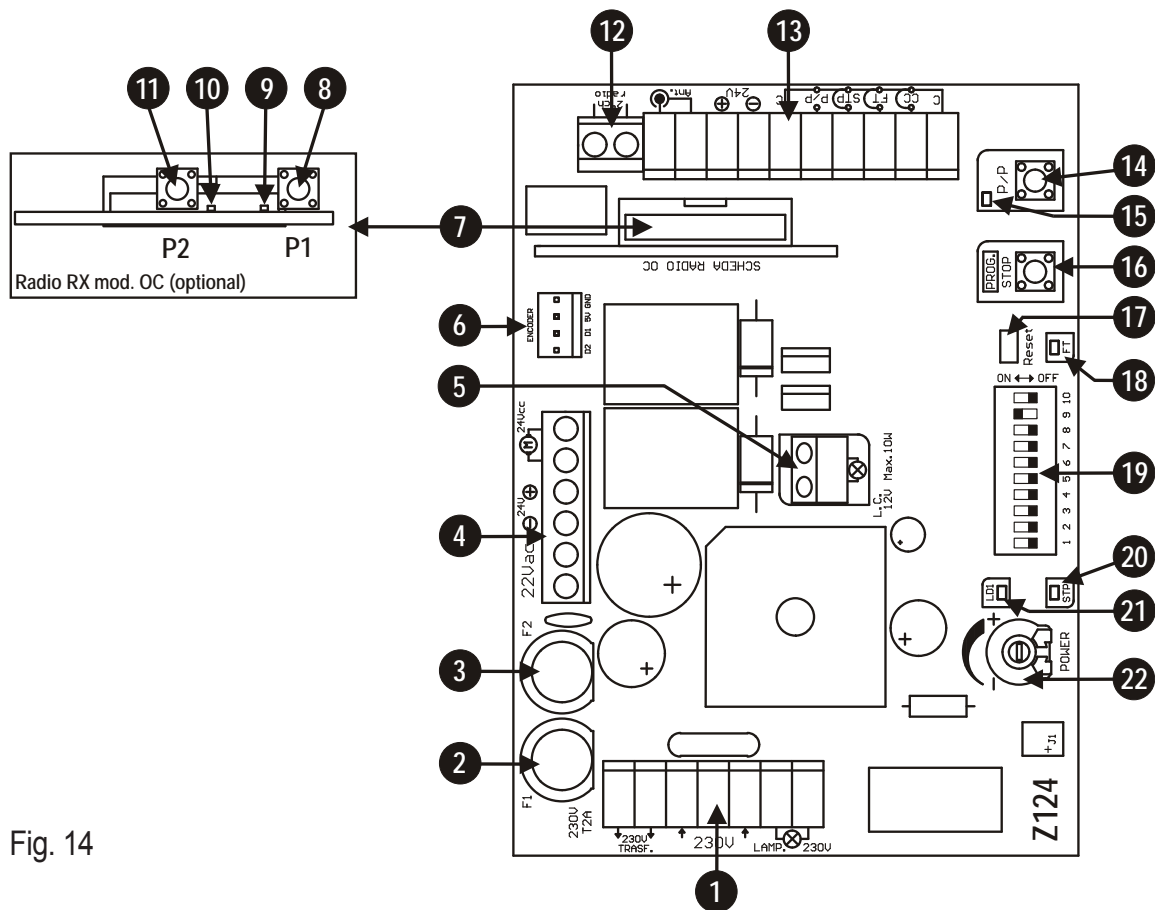
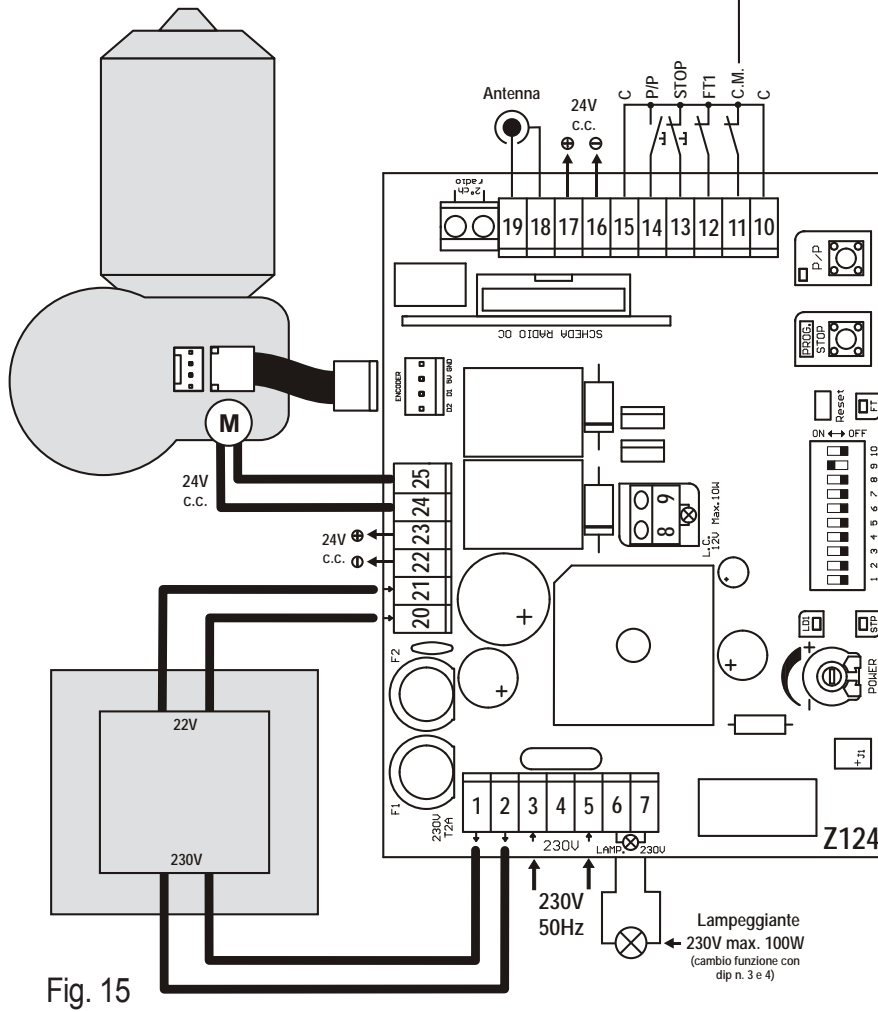

Fig. 14
Fig. 15
I DESCRIZIONE DELLE PARTI (fig. 14)
- 1) Tenendo premuto il pulsante PROG. effettuare un reset cortocircuitando col cacciavite il jump Reset (part. 17 di fig. 14).
- 9) Per tornare al funzionamento normale eseguire un reset della centrale (cortocircuitare il connettore, part. 17 di fig. 14)
Durante la fase di apprendimento si azionerà più volte il tasto **P/P** (part. 14 di fig 14), in alternativa si può usare il comando **P/P** (morsetto 14, fig. 15) oppure il trasmettitore radio memorizzato sul primo canale del ricevitore.